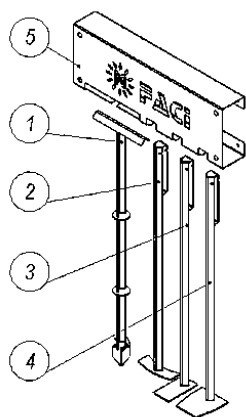

Рис. 9
- е) Дымовой аспиратор (дымосос). (Рис.9).
Инвентарь (Рис. 9) является дополнительной опцией. В базовой комплектации предусмотрен банник. Инструменты инвентаря разработаны для эффективной очистки элементов котла от сажи и нагара. Крепится инвентарь по усмотрению владельца.